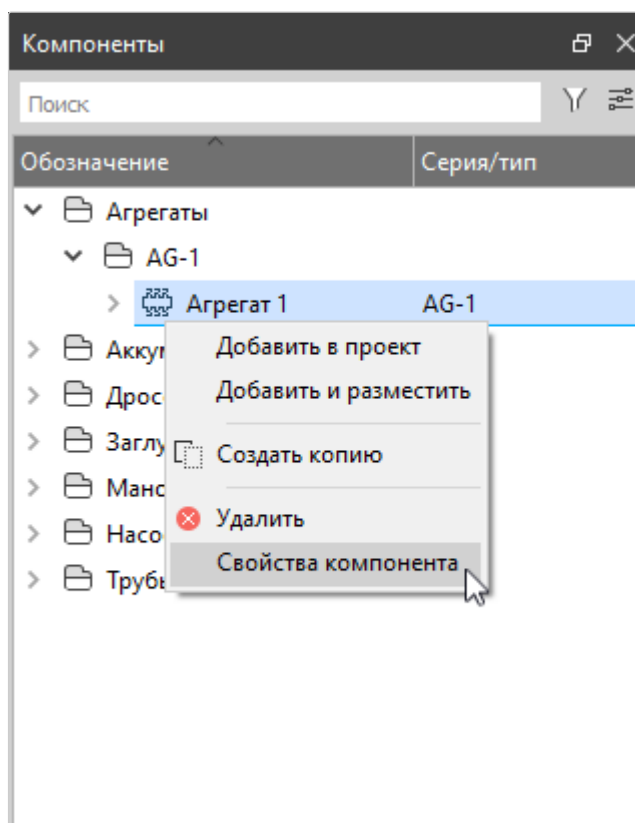

Рисунок 108. Вызов окна «Свойства компонента»
- 1) В плавающем окне «Компоненты» (см. Плавающее окно «Компоненты») щелкнуть правой кнопкой мыши по требуемому компоненту и в контекстном меню выбрать пункт «Свойства компонента» (см. рисунок 108);